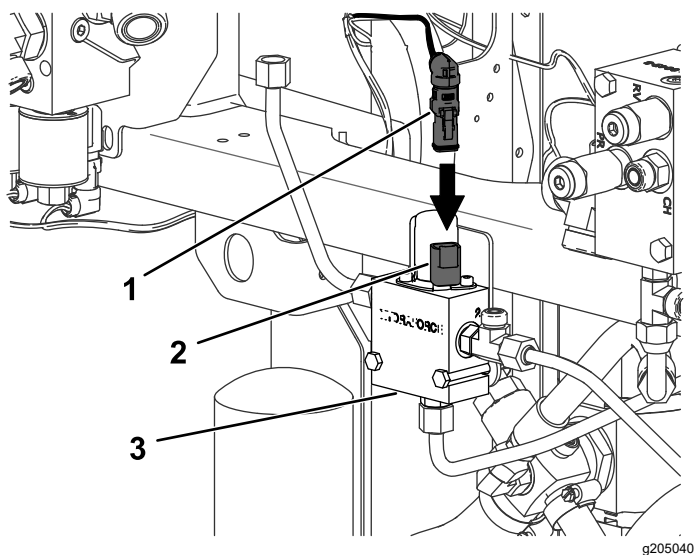

図 31
12. 新しいワイヤハーネスの角度付きプラグを3ウェイマニホルドのコイルに接続する 図 31。